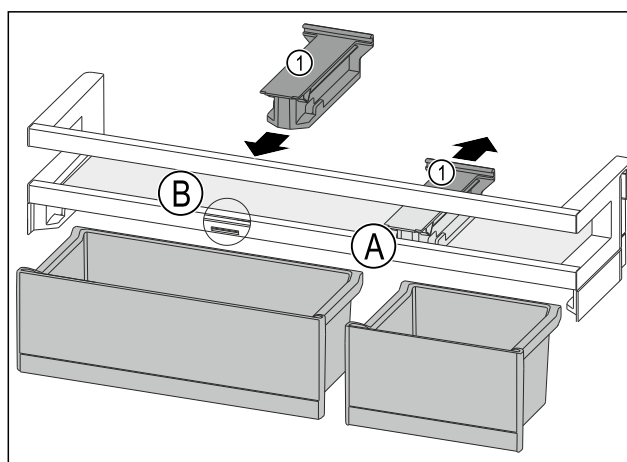

Fig. 109
- ▶ Držák Fig. 109 (1) v poloze Fig. 109 (A) stáhněte dozadu.
- ▶ Držák Fig. 109 (1) vložte v poloze Fig. 109 (B).